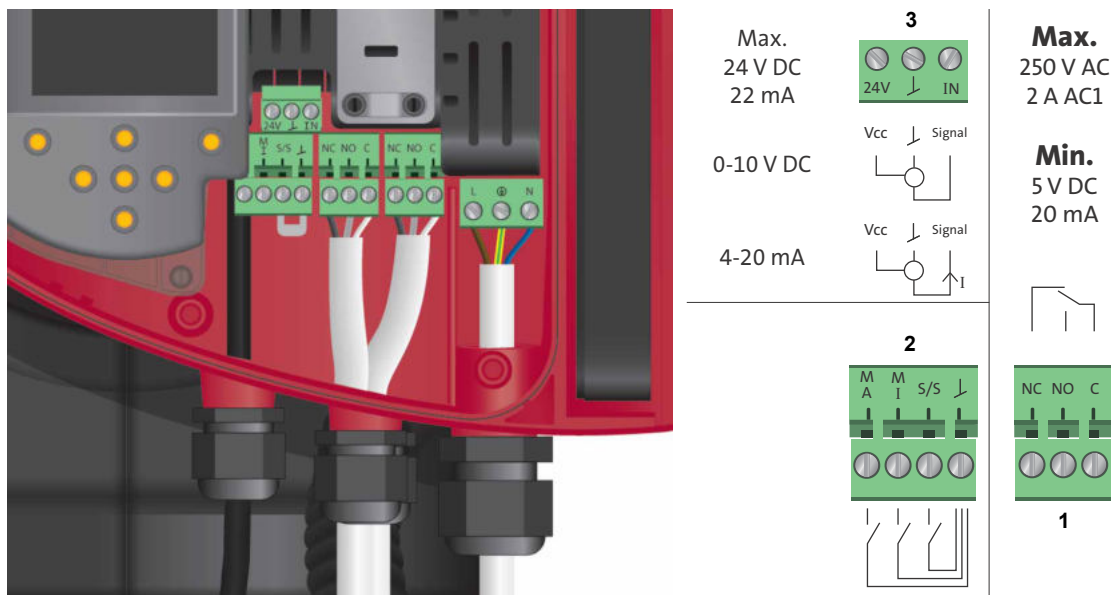

Fig. 10 Schema dei collegamenti
Vedi fig. 10, pos. 1.
Vedi fig. 10, pos. 2.
Vedi fig. 10, pos. 3.